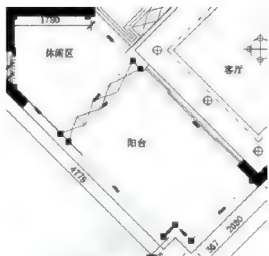

图 8-43
**步骤 3:** 将“DD-吊顶”图层设置为当前图层。使用多段线工具 $\text{↶}$ ，绘制如图 8-43 所示的两条闭合多段线。